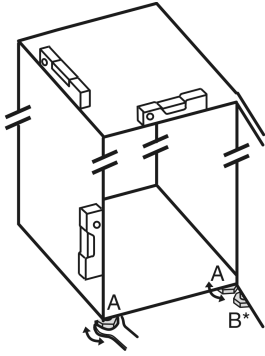

Fig. 5
- Kierrä säätöjalkoja Fig. 5 (A) mukana toimitetulla kiintoavaimella ja vesivaakaa apuna käyttäen ulos, kunnes laite on suunnattu tukevasti vaakatasoon.
- Kierrä laakerijalustassa olevaa säätöjalkaa Fig. 5 (B) mukana toimitetulla kiintoavaimella ulospäin, kunnes se koskettaa lattiaa.
- Kierrä säätöjalkaa Fig. 5 (B) vielä 90°.